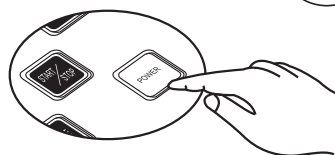

Рис.7
6. Во время зарядки робота-пылесоса, индикатор «Power» мигает. Яркость индикатора зависит от полноты заряда батареи, при полном заряде он горит. (См. рис.7)